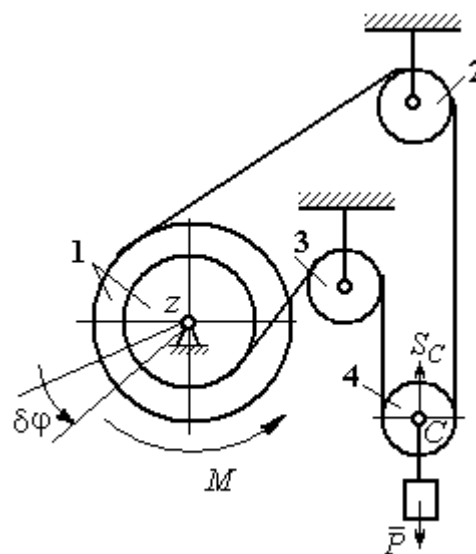

Рис. 6.11. Уравновешивание талевого механизма
**Задача 65.** В талевом механизме барабан 1 состоит из двух соосных жестко связанных валов (рис. 6.11). При поднятии груза верхний трос барабана 1 наматывается на вал большего радиуса  $R_1$ , нижний – смотывается с вала меньшего радиуса  $r_1$ .